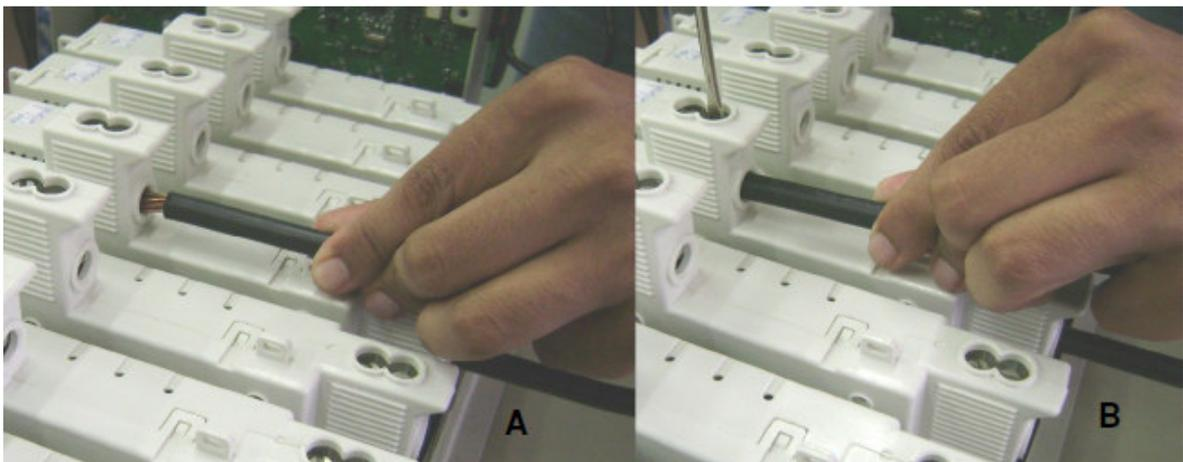

Figura 16 - Conexão da fase do módulo de medição
2. Descape o fio de modo que parte da capa do cabo seja envolvida pelo conector do módulo de medição – não deixando o cobre do condutor visível (vide Figura 15 e Figura 16).